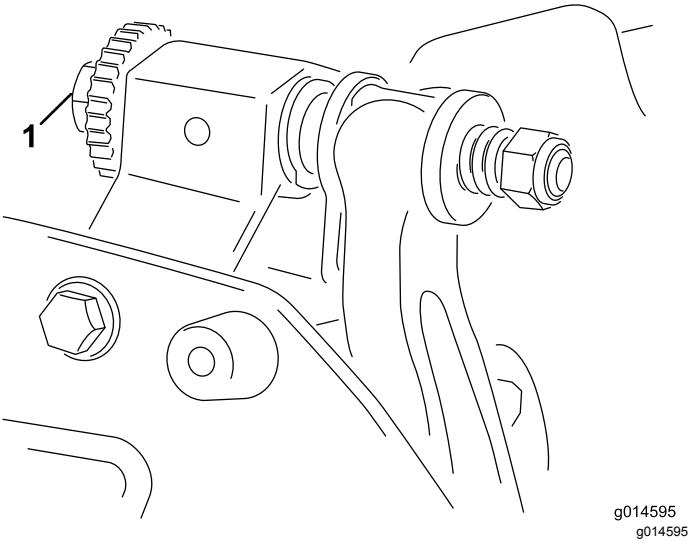

Bild 4
6. Drehen Sie die Einstellschraube des rechten Untermesserträgers (Bild 4), bis Sie einen leichten Druck (d. h. Widerstand) an der Beilagscheibe spüren, wenn Sie sie von einer zur anderen Seite verschieben. Entfernen Sie die Beilagscheibe.